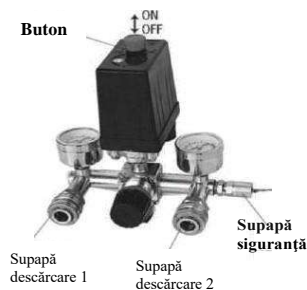

Fig.2
5. Deschideți supapa de evacuare, puneți butonul comutatorului pentru presiune în poziția on (Fig.2), lăsați compresorul să funcționeze în gol 10 minute pentru a asigura lubrifierea înainte de funcționarea normală.